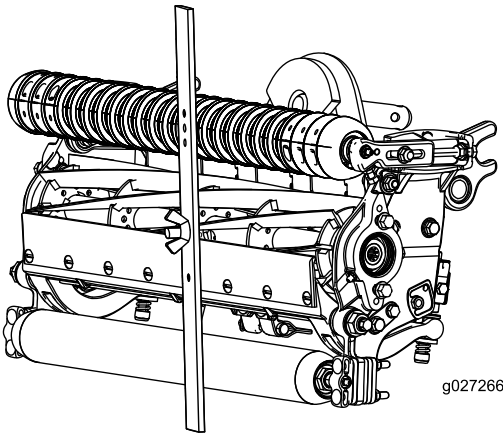

Figure 17
- 4. Accrochez la tête de la vis sur le bord tranchant de la contre-lame et appuyez l'arrière du gabarit contre le rouleau arrière (Figure 17).
- 5. Tournez la vis de réglage jusqu'à ce que le rouleau avant touche le gabarit (Figure 17). Réglez les deux